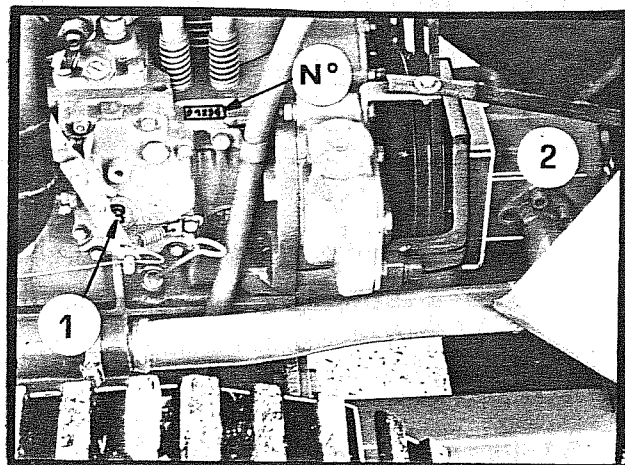

fig. 3
- una pompa ad ingranaggi accoppiata anteriormente al motore (2 fig. 3) con una portata di 80 litri/1' a 2300 giri/1'.
- 1-tirare il bottone supplemento gasolio(1fig.3).